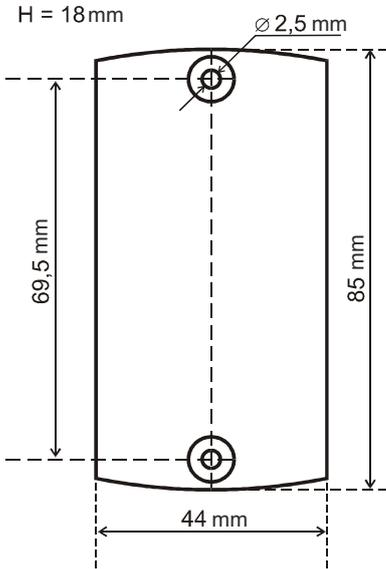

Figura 1.
- marque y taladre los orificios de montaje, según la figura 1,